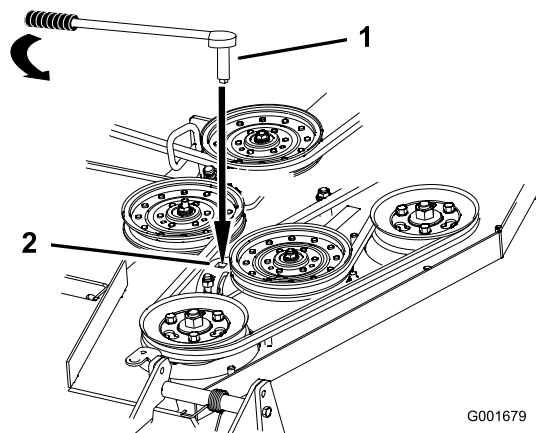

Figura 45
7. Introduzca una llave de carraca con extensión corta en el taladro cuadrado del brazo de la polea tensora fija (Figura 45).